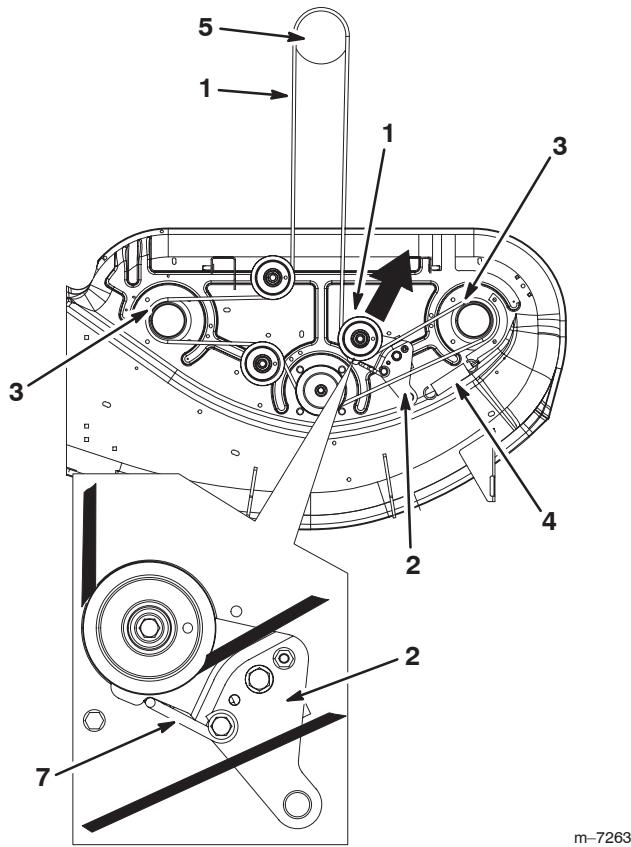

Figure 43
- Tirez la poulie de tension dans la direction indiquée à la Figure 43 et retirez la courroie des poulies.
- Acheminez la courroie neuve autour de la poulie du moteur et des poulies du plateau de coupe (Fig. 43).
- Tirez la poulie de tension dans la direction indiquée à la Figure 43 et acheminez la courroie autour de la poulie de tension (Fig. 43).
- Tournez le guide-courroie vers la poulie jusqu'à ce qu'il bute contre le bras de la poulie de tension (Fig. 43).